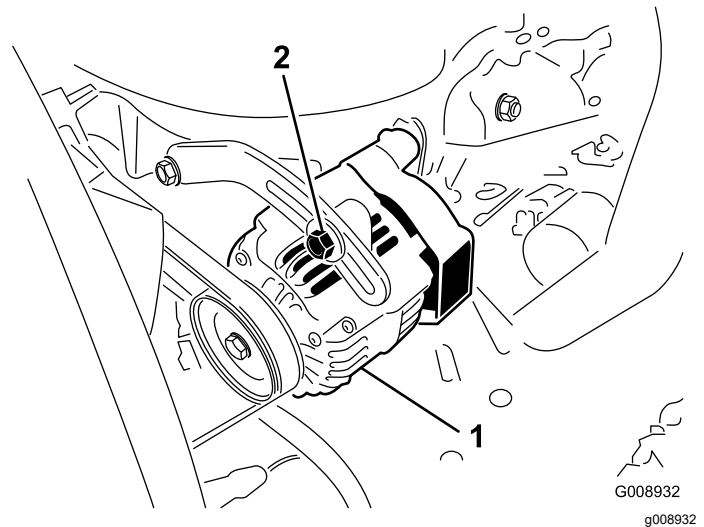

Figura 118
Compruebe la condición y la tensión de las correas (Figura 118) cada 100 horas de operación.
3. Si la desviación no es de 10 mm, afloje los pernos de montaje del alternador (Figura 118).